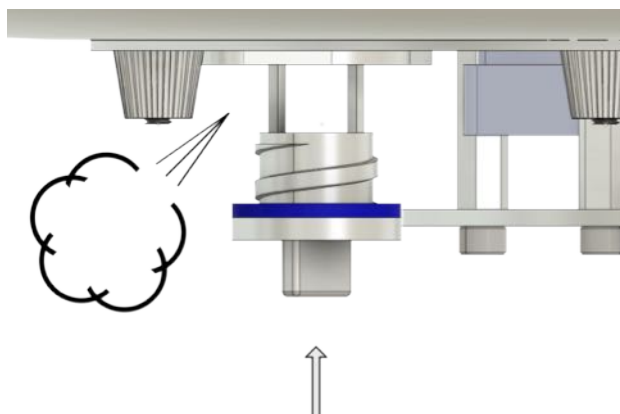

Abb. 4
5. Sluit na het laten leeglopen van de ballonmantel de draaivergrendeling weer lichtelijk handvast (fig. 4).